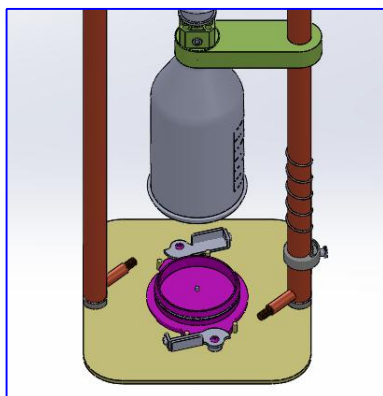

图 4
2) 初始化完成后，将油膜采集瓶的容器上盖和容器下盖分别取下，容器上盖放置一旁，容器下盖安装在不锈钢底座限位内，滑动下盖限位件将其锁紧固定。将油膜瓶瓶身与容器连接座拧紧固定。参考固定立杆刻度，将下滑动电极座调节到水样采集所需的高度（如图 4）。